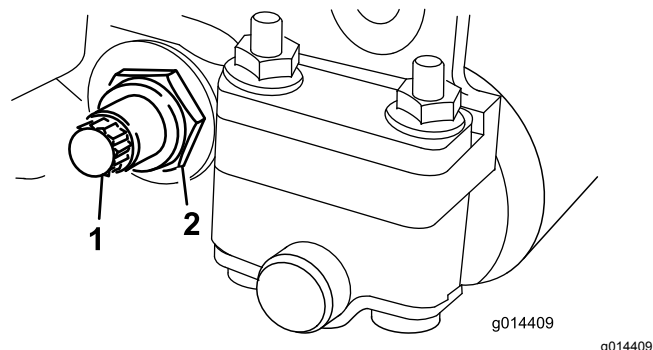

Figura 19
3. Su ciascun lato della macchina, allentate il dado di bloccaggio che fissa il bullone della barra di appoggio (Figura 19).
4. Togliete i bulloni della barra di appoggio perché quest'ultima possa essere tirata in giù e tolta dalla macchina (Figura 19).